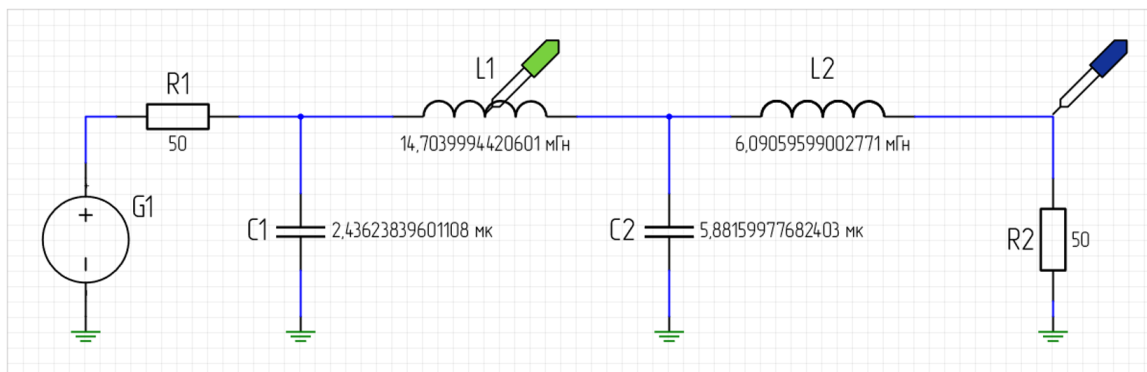

Рис. 167 Размещение щупов
1. Откройте схему и разместите два щупа: один - на индуктивность L1, второй - на цепь NET0002, см. Рис. 167: